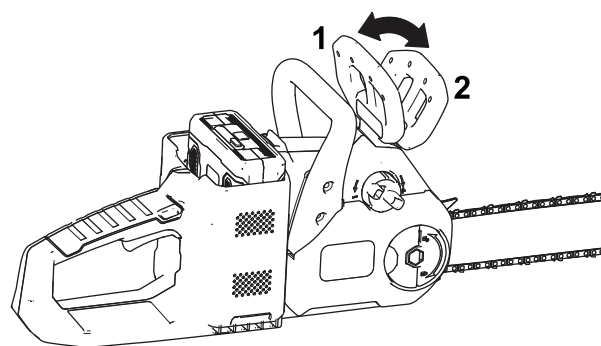

Figura 8
5. Assicuratevi che il freno catena sia nella posizione di FUNZIONAMENTO (Figura 8).
Quando la motosega non è in uso o la state trasportando verso o da un'area di lavoro, mettete il freno catena in posizione di ARRESTO (Figura 8).